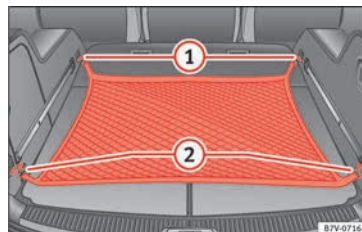

Fig. 174 En el maletero: red para equipaje colgada.
- Enganche la red para equipaje en las argollas de amarre » fig. 174 ① y ②.
- Desenganche los ganchos de la red para equipaje de las argollas de amarre » fig. 174 ① con cuidado.
- Desenganche los ganchos de la red para equipaje de las argollas de amarre » fig. 174 ② con cuidado.